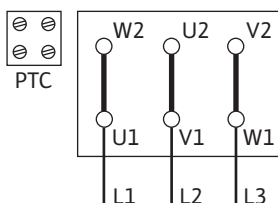
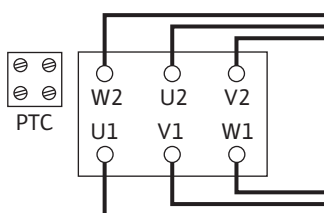

Fig. 10: Arranque Y-Δ
Fig. 11: Conmutación Δ
- La alimentación eléctrica depende de la potencia del motor P2, de la tensión de red y del tipo de arranque. La conmutación necesaria de las clavijas de conexión en la caja de bornes se indica en la tabla siguiente, así como en la Fig. 10 y la Fig. 11.
Arranque Y-Δ (estándar)	Retire las clavijas de conexión (Fig. 10).
Arranque por medio de arrancador suave	Conmutación Δ (Fig. 11)